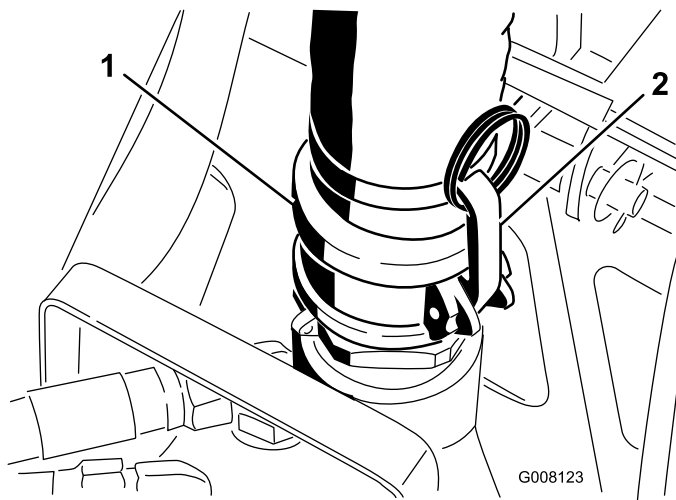

Bild 13
3. Lösen Sie die Riegel und schließen Sie den Auswurfschlauch von der Pumpe ab (Bild 13).
15. Schließen Sie den Auswurfschlauch an die Pumpe an und befestigen Sie die Riegel (Bild 13).